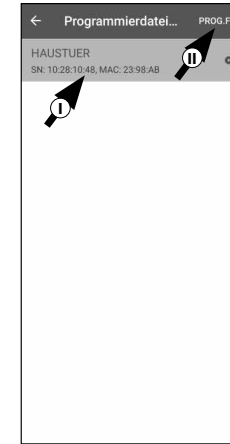

Abb. 97
- ⑥ Wählen Sie den Zylinder aus, für den Sie Änderungen eingerichtet haben (I) (Abb. 97).
- ⑦ Tippen Sie im Anschluss oben rechts auf „PROG.FILE“ (II) (Abb. 97).